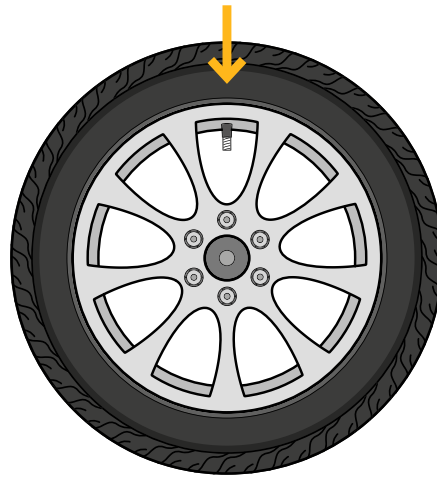

Figura 8.4
4. Traga a válvula para a posição H12 de 12 horas e marque a posição da válvula sobre o pneu (veja a **Figura 8.4**).